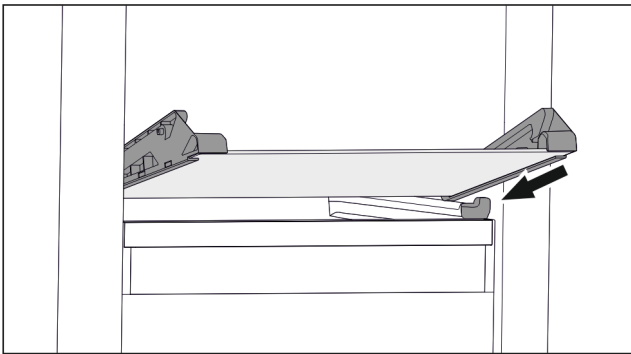

Fig. 36 Glasplatte des abklappbaren Schubfachs
- ▶ Glasplatte schräg hinter den Stopperrn aufsetzen. (zie Fig. 36)